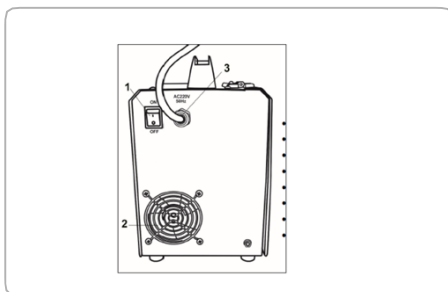

Fig.5
- Aparatul pornește prin conectarea cablului de alimentare la priză și apăsarea întrerupătorului în poziția pornit; fig 5 (1)
- Aparatul se oprește, apăsând întrerupătorul în poziția oprit și deconectând cablul de alimentare de la priză. fig 5 (3)